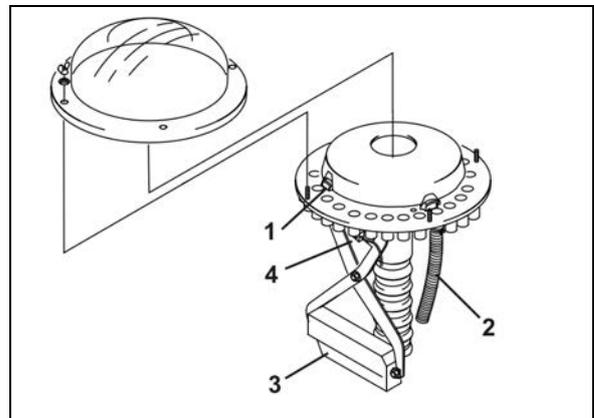

Fig. 67
- la activación de carriles en el cabezal repartidor bloquea mediante una corredera (Fig. 67/1) la distribución de semillas a los conductos de semillas (Fig. 67/2) de las rejillas de carriles
La alimentación con semillas a las rejillas de carriles se interrumpe tan pronto como el motor eléctrico (Fig. 67/3) cierra los correspondientes tubos de llegada (Fig. 67/2) en el cabezal repartidor.
Un sensor (Fig. 67/4) comprueba si las correderas (Fig. 67/1), que abren y cierran los tubos de llegada (Fig. 67/2) trabajan de forma adecuada.